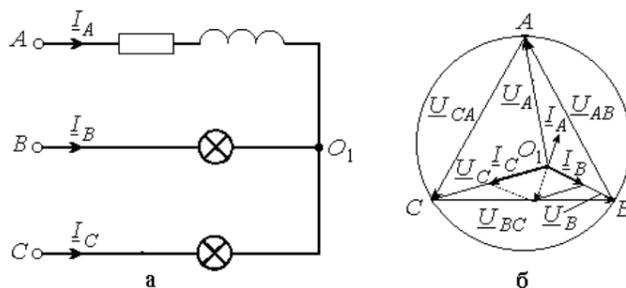

Рис. 9.3
Для случая включения в фазу A катушки с параметрами R, L (цепь без нулевого провода) на диаграмме построены все напряжения и токи двух других фаз (рис. 9.3). Как, зная токи в фазах B и C , по диаграмме определить направление вектора тока фазы A и угол сдвига фаз φ катушки? И как затем рассчитать ее параметры, используя измеренные ток и напряжение на катушке?
- Куда сместится нейтральная точка O_1 на диаграмме рис. 9.3,б, если в фазу A схемы рис. 9.3,а вместо катушки включить конденсатор?